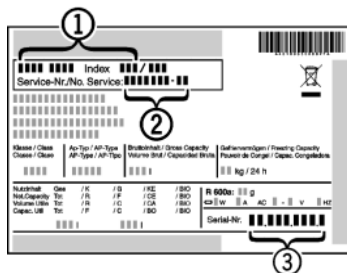

Fig. 18
► Наименование устройства Fig. 18 (1), сервисный № Fig. 18 (2) и серийный № Fig. 18 (3) считайте с заводской таблички. Заводская табличка находится внутри устройства слева.
- Обратитесь в сервисную службу и сообщите вид неисправности, наименование устройства Fig. 18 (1), сервисный № Fig. 18 (2) и серийный № Fig. 18 (3).